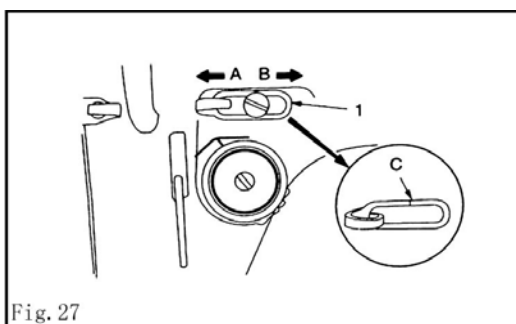

Fig. 27
1) Ослабьте винт (1) и корректируйте высоту и угол основания лапки.
24. Приспособление для предварительного натяжения нити (Fig.27)